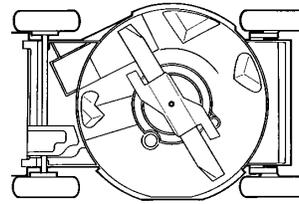

Abbildung 17
3. Den Rasenmäher auf die linke Seite kippen (Abb. 17). Nicht das Schnittmesser drehen, weil es sonst zu Startproblemen kommen kann.